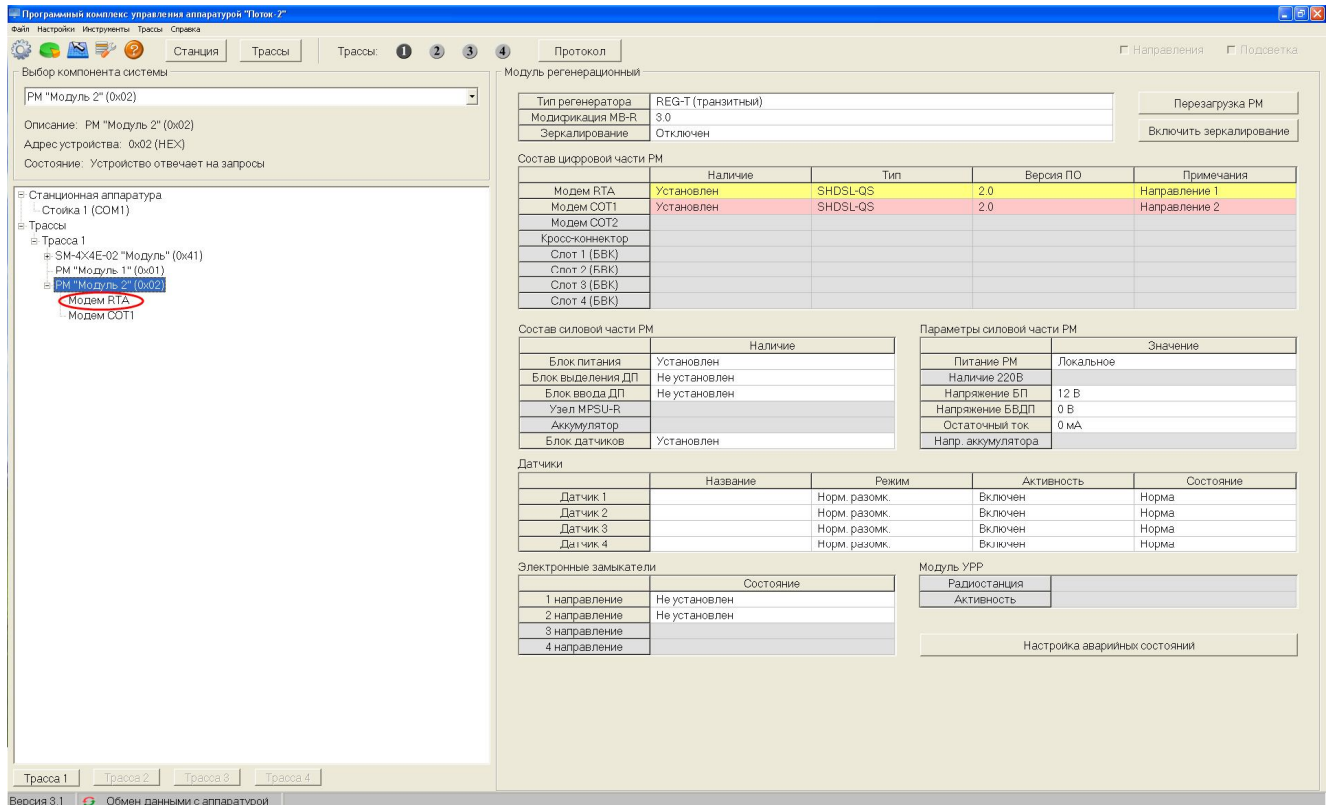
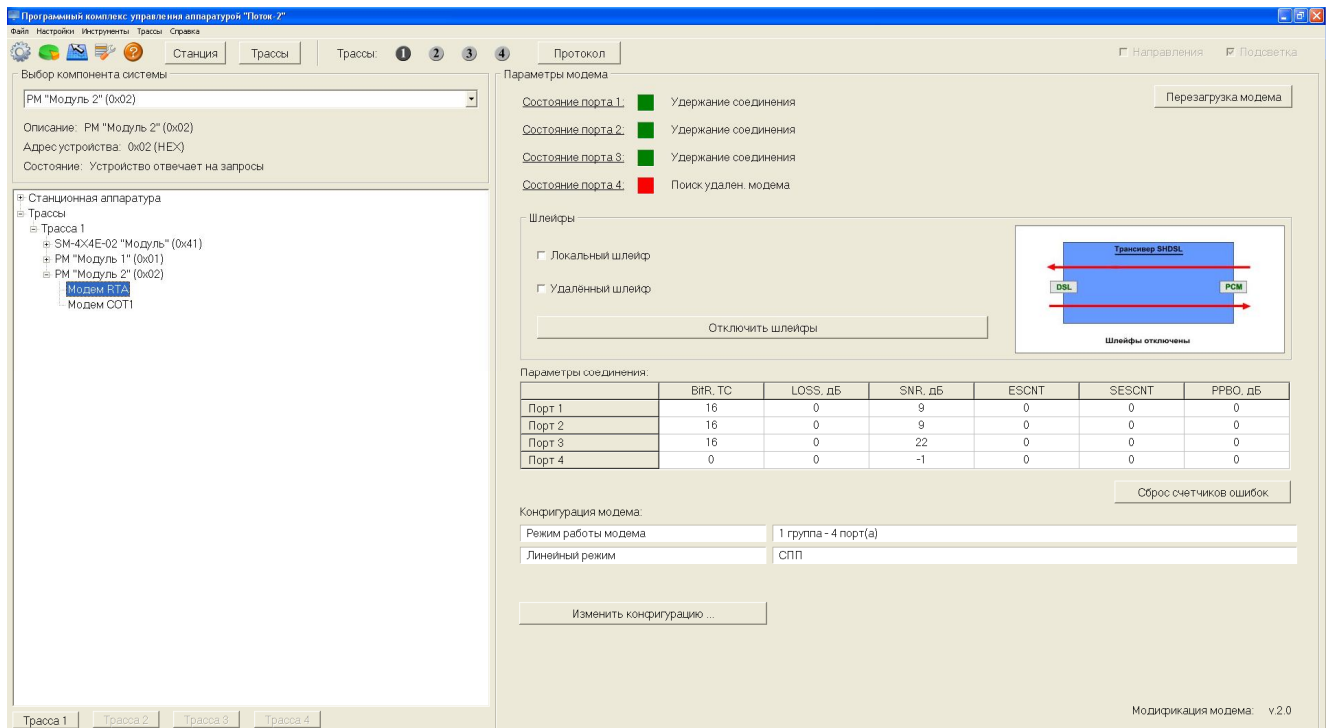

Рисунок 2
Рисунок 3
5.1.3 При выборе с помощью мыши элемента “Модем RTA” в поле “Выбор компоненты системы” (см. рисунок 2), осуществляется переход в окно “Параметры модема” (см. рисунок 3).
Нажатием на кнопку “Изменить конфигурацию” (см. рисунок 3) переходим в следующее окно: